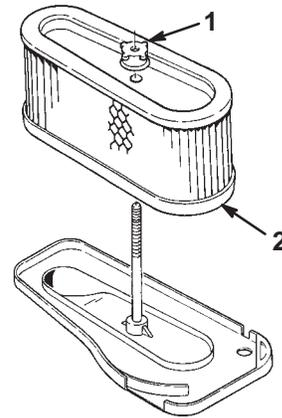

Bild 23
5. Schrauben Sie die Gummimutter los und entfernen den Papiereinsatz (Bild 23).
2. Schieben Sie den Luftfilter auf die lange Stange. Drehen Sie die Gummimutter mit der Hand gegen den Luftfilter (Bild 23).